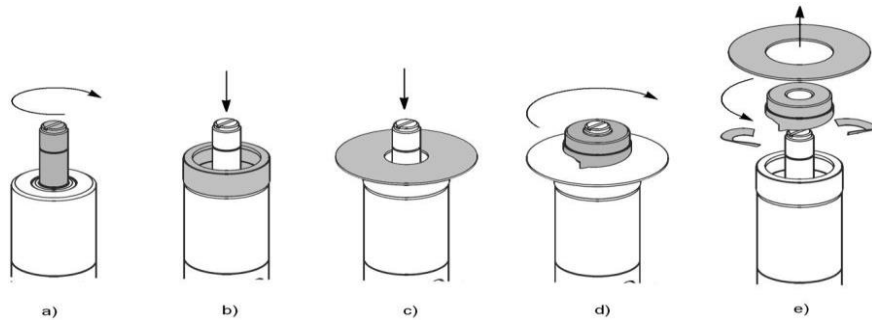
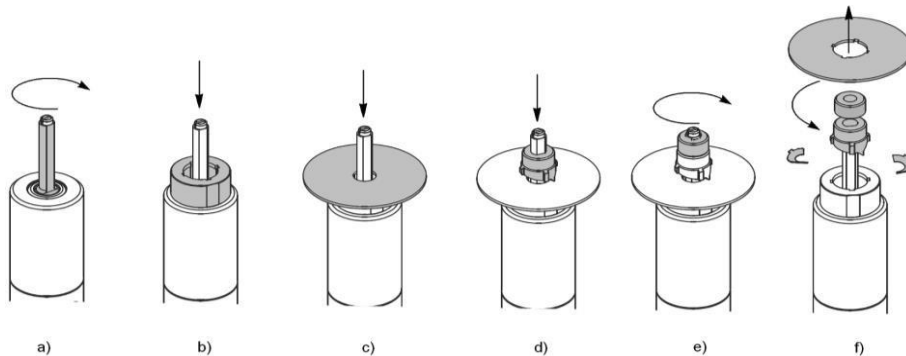

Рис. 3. Використання штампів WO.
Рис. 4. Використання штампів WO-Z та WK.
2. Вкрутіть штифт повністю в різьбу гнізда поршня головки (Рис. 3а, Рис. 3б).
3. Установіть блок штампa на головку (Рис. 3б).
5. Вставте штифт у підготовлений стартовий отвір у листі (Рис. 3с, Рис. 4с).
6. Вкрутіть пуансон штампa на штифт або надягніть пуансон і закрутіть гайку (Рис. 3д, Рис. 4д). Продовжуйте закручувати до усунення люфтів між пуансоном, блоком і листом.
8. Видаліть пуансон, відкрутивши його або знявши гайку, та видаліть відходи з блока (Рис. 3е, Рис. 4ф).